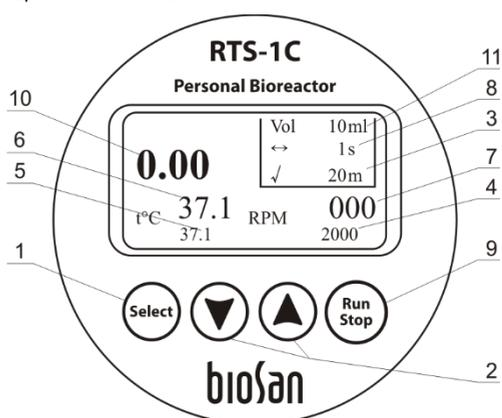
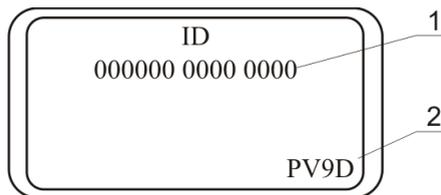

Рисунок 2. Панель управления
Рисунок 3. Идентификационный номер и версия прибора
- 5.1. **Проверка версии прибора.** Чтобы проверить версию, одновременно нажмите кнопки ▲ и ▼ (рис. 2/2) Дисплей покажет новый экран с уникальным четырнадцатизначным идентификационным номером (рис. 3/1) и версией прибора (рис. 3/2). В дальнейшем, просим при необходимости ссылаться на указанный номер при калибрации. Дисплей сменится на предыдущий экран через 4 секунды.
- Установите параметр объема в 10 мл (рис. 2/11) на дисплее с помощью кнопок **Select**, **▲** и **▼** (рис. 2/1 и 2/2)
- Нажмите кнопку **Run Stop** (рис. 2/9). Прибор начнет измерение оптической плотности.
- 6.5.1. Нажмите кнопку **Select** (рис. 2/1), чтобы выбрать параметр, который требуется изменить. Активный параметр будет мигать.
- 6.5.2. Используйте кнопки **▲** и **▼** (рис.2/2), чтобы установить необходимые значения. Если кнопка нажата дольше 2 с, скорость смены параметра возрастет.
- 6.5.3. Возможно установить промежуток времени между измерением оптической плотности (рис. 2/3), скорость вращения (рис. 2/4), температуру (рис. 2/5), время между Реверс-Спинами (рис.2/8), рабочий объем жидкости (рис. 2/11). Показания текущих значений температуры и скорости отображаются на дисплее (рис. 2/6 и 2/7).
- 6.5.4. Нажмите кнопку **Run Stop** (рис. 2/9) для начала работы с прибором.
- 6.5.5. Нажмите кнопку **Run Stop** (рис. 2/9) для завершения работы.
-  **Внимание!** Завершение работы прибора не останавливает процесс нагревания. Чтобы прекратить нагревание, температура должна быть понижена до значения "off" (рис. 2/5).